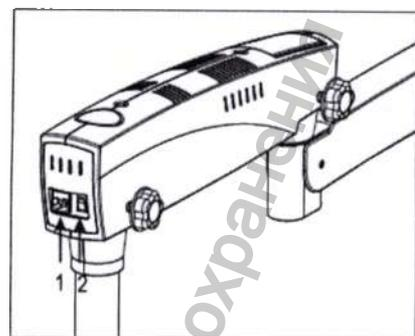

Рис. 15
8.1 Переключатель питания ВКЛ/ВЫКЛ (на Рис. 15)
Регулятор расположен спереди подвешенного плеча. При помощи регулятора освещенность поля обзора может быть отрегулирована. Смотрите рисунок 15.
Данная ручка помогает вам заблокировать движение поворотного плеча, фиксировать в определенном положении после исходной фокусировки области интереса, за счет поворота ручки по ходу часовой стрелки. См. рис. 15.
Данная ручка блокирует движение подвешенного плеча в любом удобном для вас положении за счет поворота ручки по ходу часовой стрелки. См. рис.15.